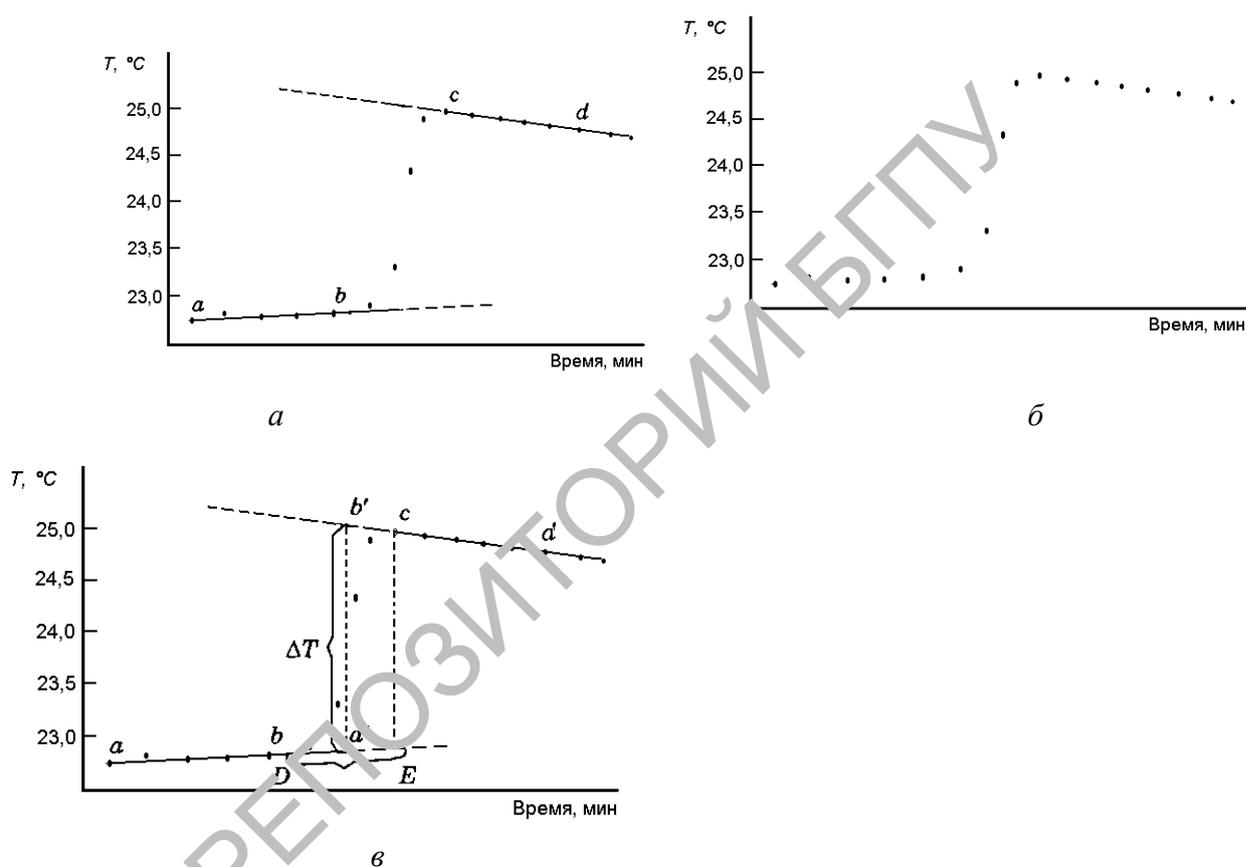

Рис. 5. Вид графической зависимости изменения калориметрического опыта температуры во времени
При проведении опыта необходимо определить скачок температуры ΔT при растворении соли в воде (рис. 5).
Графическая зависимость температуры калориметрического опыта во времени показана на рис. 5в. Участок ab соответствует изменению температуры в начальном периоде, cd – в конечном; отрезок $a'b'$ – изменение температуры за счет теплового эффекта исследуемого процесса.
10. Данные таблицы нанесите на график, определите скачок температуры ΔT (К). Для этого на график нанесите все точки в соответствии с данными таблицы (рис. 5а). Затем проведите две прямые: одну по точкам начального периода (до той минуты, когда высыпали вещество в воду, в большинстве случаев это пятая минута); вторую по точкам заключительного периода, т. е. по тем точкам после растворения вещества, когда прекратилось резкое изменение температуры, вызванное растворением вещества (рис. 5б).